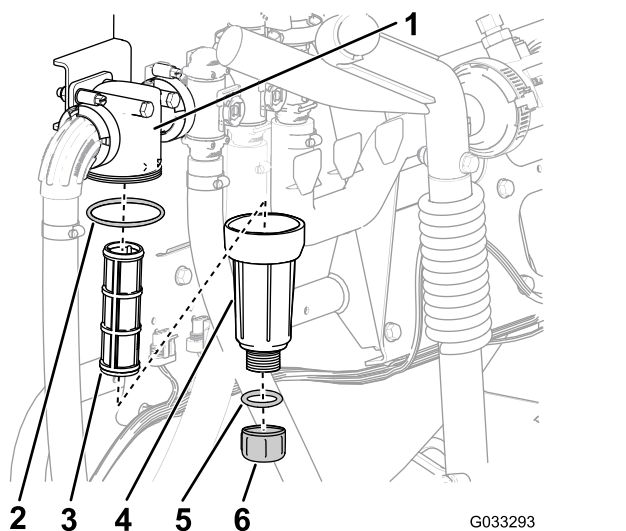

Рисунок 15
2. Поместите сливной поддон под фильтр линии нагнетания (Рисунок 15).
3. Поверните крышку сливного отверстия против часовой стрелки и снимите ее со стакана фильтра линии нагнетания (Рисунок 15).
4. Поверните стакан против часовой стрелки и отделите его от головки фильтра (Рисунок 15).
5. Снимите элемент фильтра линии нагнетания (Рисунок 15).
7. Проверьте прокладку пробки сливного отверстия (расположенную внутри стакана) и прокладку стакана (расположенную внутри головки фильтра) на наличие повреждений и износа (Рисунок 15).
8. Вставьте элемент фильтра линии нагнетания в головку фильтра (Рисунок 15).
9. Установите стакан на головку фильтра, затянув от руки (Рисунок 15).
10. Установите крышку сливного отверстия на штуцер в нижней части стакана и затяните крышку от руки (**Рисунок 15**).